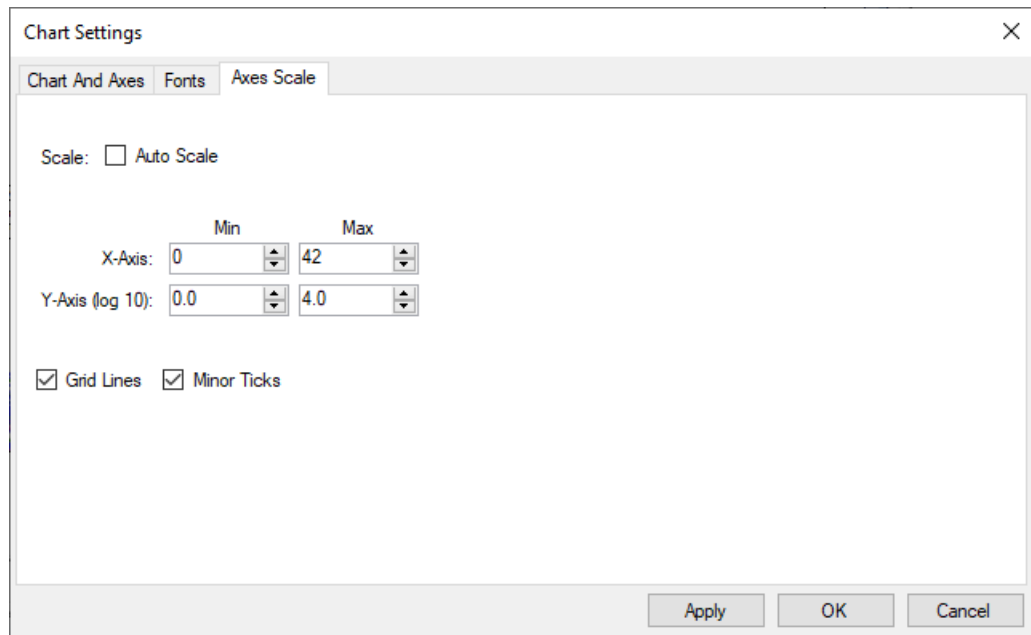

Abbildung 33 Maestro-Dialogfeld „Chart Settings“ (Diagrammeinstellungen) – Registerkarte „Axes Scale“ (Achsenskala)
- d Geben Sie in der Spalte **Min** (Min.) für **Y-Axis (log 10)** (Y-Achse (log 10)) **0,0** ein, wie in **Abbildung 33** gezeigt.
- e Klicken Sie auf **OK** (OK).